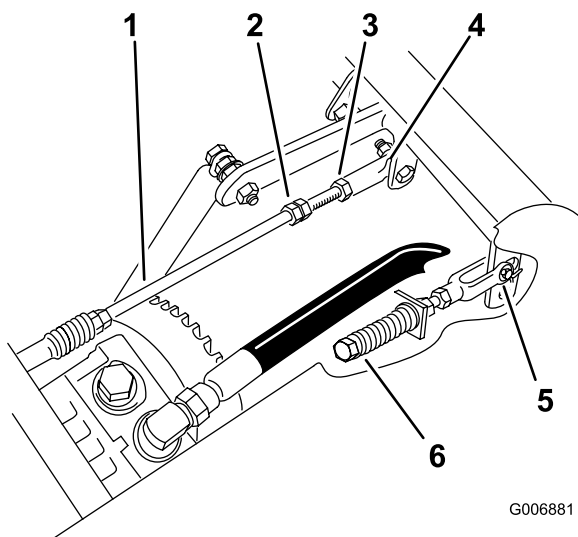

Figura 62
3. Ajuste la longitud de la varilla de la bomba girando las tuercas dobles de la varilla, en el sentido apropiado, hasta que la rueda quede estacionaria o se mueva muy lentamente en marcha atrás (Figura 62).
- Apriete la contratuerca de la articulación esférica (Figura 62).